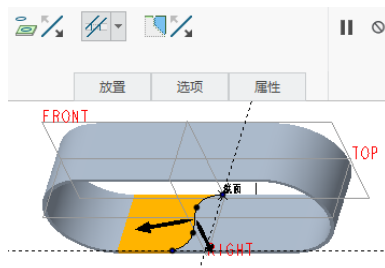

图 3-40 创建草绘扯裂的相关设置
(4) 在“草绘扯裂”选项卡中接受一些默认设置, 如图 3-40 所示, 然后单击 (完成) 按钮, 完成创建一个扯裂特征。